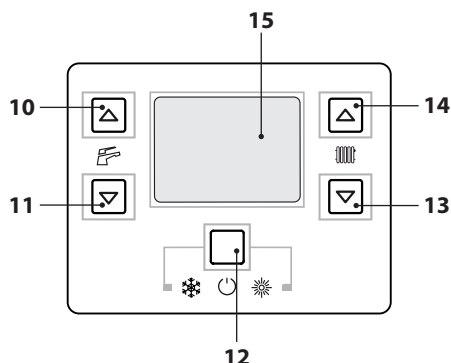

Figura 2.5
- Tenere premuto per 2 secondi il tasto 12 fino a far apparire sul display il simbolo  (Figura 2.5).
La temperatura dell'acqua calda di mandata riscaldamento è regolabile agendo sui tasti 13 (diminuzione) e 14 (aumento) (Figura 2.5) da un
Comunque se la temperatura ambiente non dovesse essere confortevole si può aumentare o diminuire la temperatura di mandata dell'impianto riscaldamento di $\pm 15^{\circ}\text{C}$ agendo sui tasti 13 (diminuzione) e 14 (aumento) (Figura 2.5).
La temperatura dell'acqua calda sanitaria è regolabile agendo sui tasti 10 (aumento) e 11 (diminuzione) (Figura 2.5) da un minimo di circa 35°C ad un massimo di circa 60°C . Alla prima pressione di uno dei due tasti si ha la visualizzazione del valore di "set", alla seconda pressione si accede alla modifica.